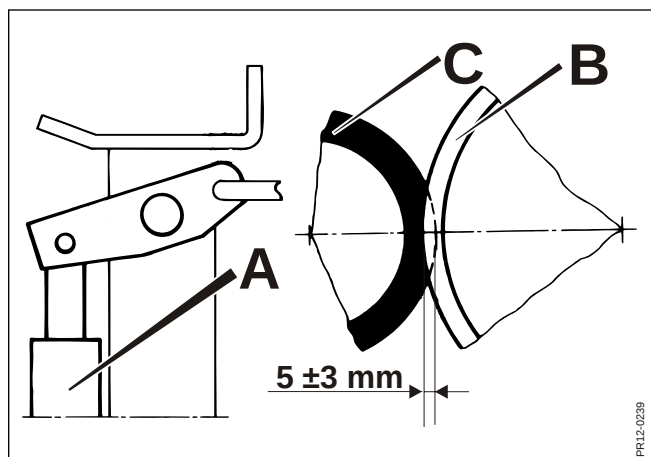
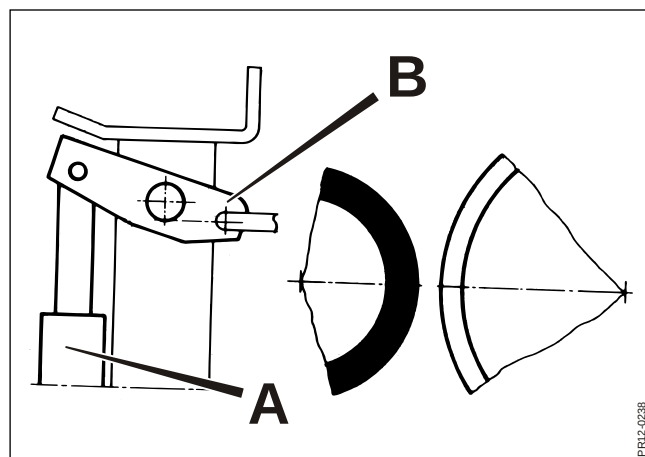

Fig. 4-18
Fig. 4-19
Fig. 4-18 Le recouvrement entre le disque de friction en acier **B** et le disque caoutchouc **C** doit être de 5+/-3mm. Si le disque caoutchouc est usé, le recouvrement est réglé automatiquement par un moteur électrique **A**, car il est toujours soumis à la même pression, ce qui assure une pression constante entre les deux parties **B** et **C**.
Fig. 4-19 La tension de l'entraînement par courroie en V est aussi réglée automatiquement. Elle est déterminée par le moteur électrique **A**, qui entraîne toujours avec la même puissance constante.
La FCT 1050 peut être livrée avec un détecteur de métal (MD) comportant un système d'inversion spécial avec position neutre. Cette position neutre est située entre la fonction inversion, où le disque caoutchouc et le disque de friction sont en contact (fig. 4-18), et la position normale de travail où l'entraînement par courroie est tendu et entraîne l'alimentation (fig. 4-19).